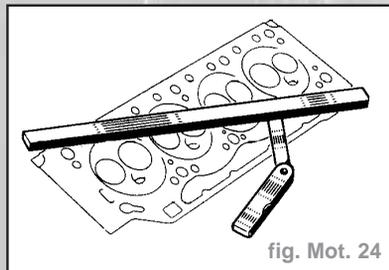

fig. Mot. 24
- Vérifier avec une règle et un jeu de cales s'il y a déformation du plan de joint (fig. Mot. 24).